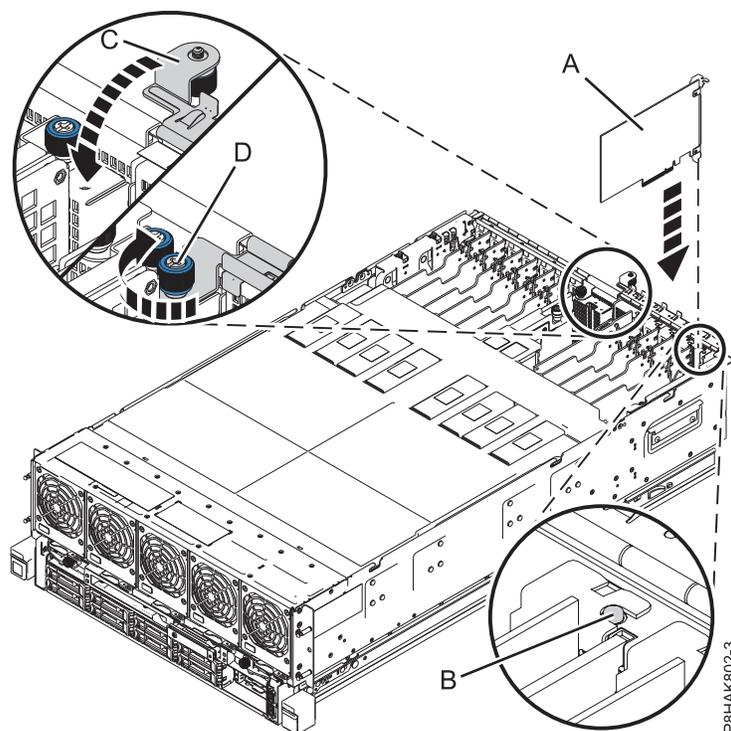

Figure 23. Installation ou remise en place d'une carte PCIe dans le système 8408-44E ou 8408-E8E
7. Saisissez avec précaution le bord supérieur ou la contre-poupée de la carte et alignez la carte avec l'emplacement et son connecteur sur le fond de panier du système (A), comme illustré dans la figure 23.
9. Assurez-vous que l'encoche de la contre-poupée entre en contact avec la broche sur le châssis du système. Voir (B) dans la figure 23.
10. Fermez le support de fixation d'E-S (C) en le faisant pivoter vers le bas, puis serrez la vis moletée captive (D) jusqu'à ce qu'elle soit fixée au châssis du système. Voir figure 23.